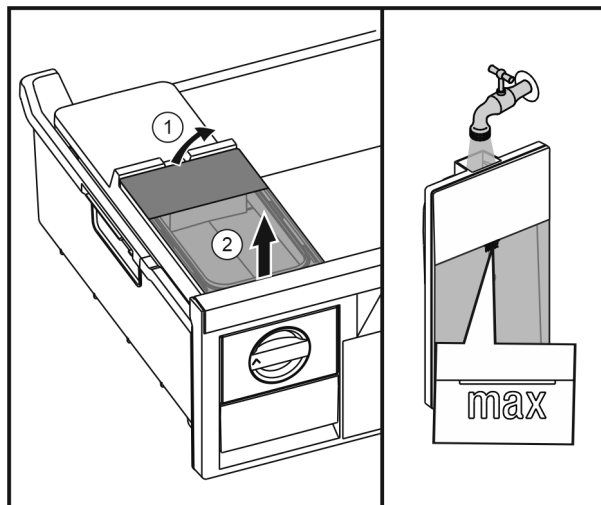

Fig. 37
- ▶ Підняти бак для води ззаду Fig. 37 (1) та вийняти вгору Fig. 37 (2).